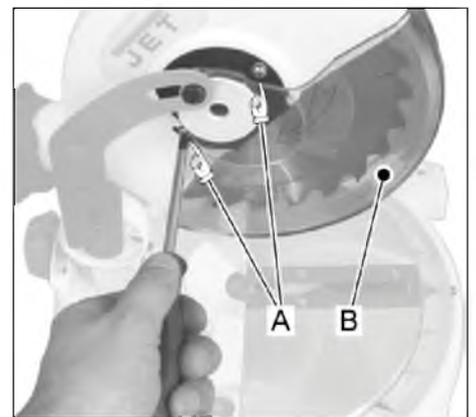

Рис. 10
- Встановіть на місце пластиковий захисний кожух та затягніть два гвинти (А, Рис. 10).